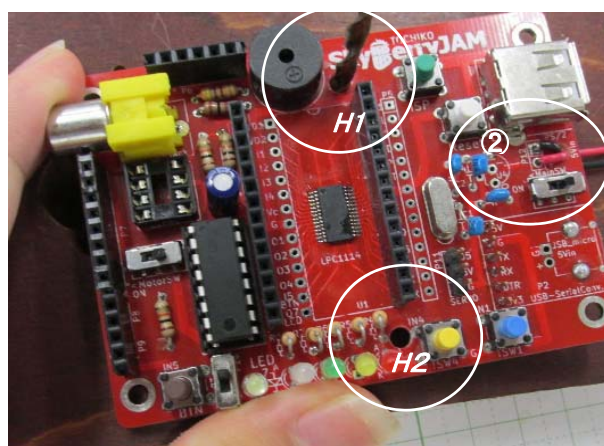

図7 SkyBerryJAM 本体の加工 ガイド H1 と H2 に $\phi$ 3.2~3.5の穴をあける(バージョン 2018A 以降)
- ①本体基板のガイド H1 と H2 に、基板固定のビス穴 ( $\phi$ 3.2~3.5) を2か所あけます。(図7参照)です。
- ②図のようにメイン SW 上の穴に、スナップソケット配線を通して、P12 の+に赤線を G に黒線を接続し、はんだ付けしてください。